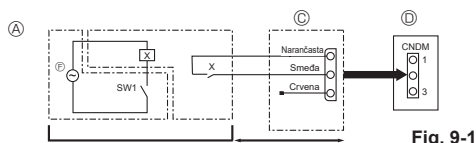

Fig. 9-1
9.1. Način tihog rada (izmjena na mjestu postavljanja) (Fig. 9-1)